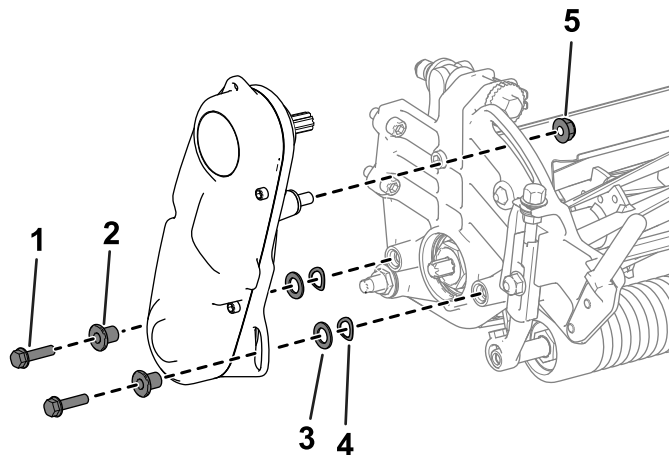

Figura 43
2. Îndepărtați elementele care fixează ansamblul de acionare a cilindrului pe placa laterală (Figura 43).
3. Îndepărtați ansamblul de acionare a cilindrului, aibele plate, aibe grower i distanțierele de pe placa laterală (Figura 43).